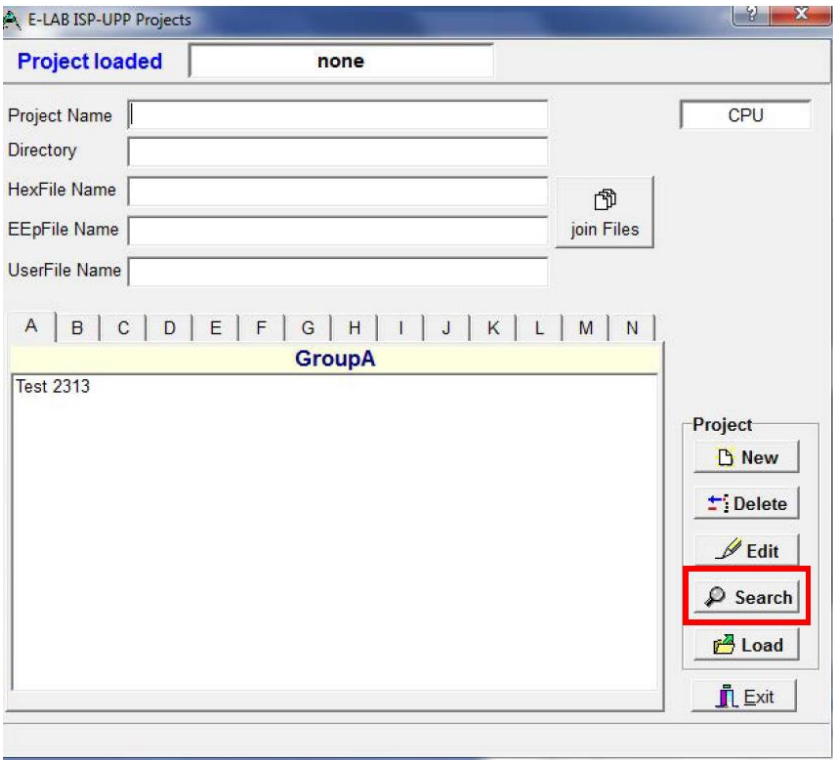

Рисунок 3
3.3 Нажмите на «**Search**», чтобы найти необходимый файл встроенного ПО (рисунок 3).